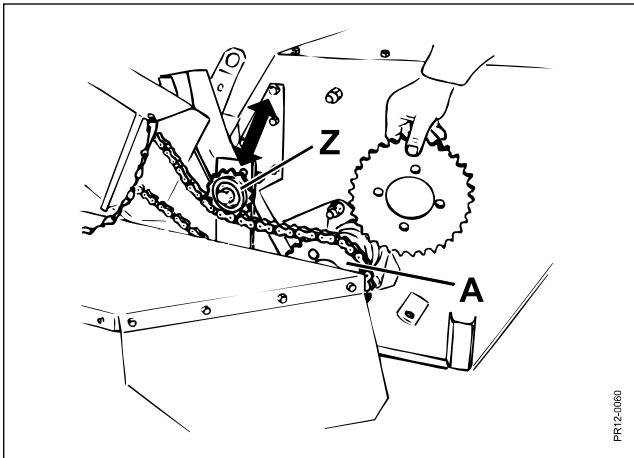

Fig. 3-15
- Fig. 3-15** Falls Sie wünschen, die Geschwindigkeit des Rotors zu reduzieren, muss das 27 Zähne Zahnrad, das auf der Laufradwelle sitzt, gegen das 33 Zähne Zahnrad vom mitgelieferten Ersatzteilkpaket ausgewechselt werden. Wie folgt vorgehen: